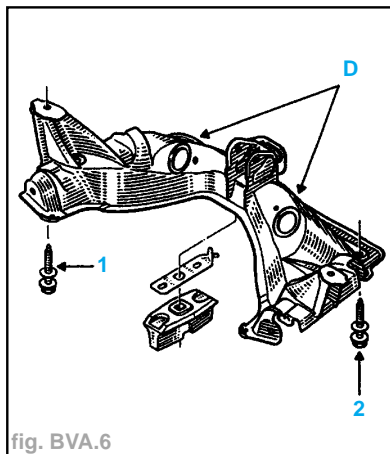

fig. BVA.6
- les boulons (D) du boîtier de direction et suspendre celle-ci (fig. BVA. 6).